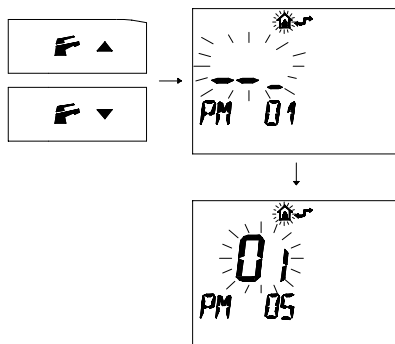

Figura 8.11
- Premere i pulsanti e per visualizzare la programmazione "PM05" Tipo gas primo livello (Figura 8.11).